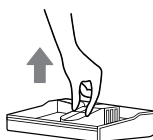

Fig. 25
2. Enjuague la bandeja de limpieza con agua, déjela secar, vuelva a colocarla en el chasis y vuelva a montar la estación de acoplamiento. [Fig. 25]